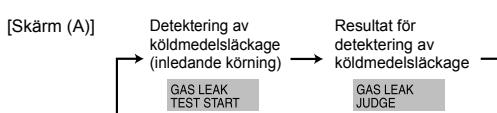

Fig. 8-2
- (2) Tryck på CLOCK -knappen och välj [GAS LEAK TEST START] (STARTA GASLÄCKAGETEST). (Fig. 8-2)